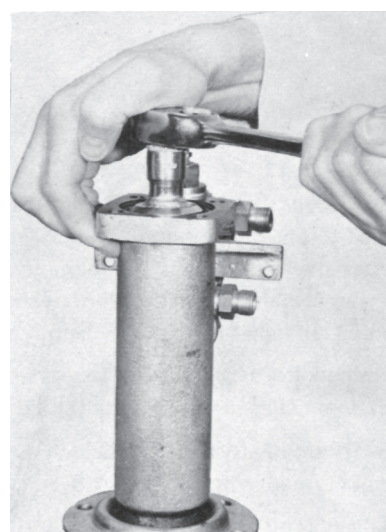

Fig. 35. Demontering av kolv
6. Demontera kolvens överdel med hjälp av verktyg 884424, se fig. 35.
13. Pressa försiktigt ner den ihopsatta kolvdelen i cylindern och drag fast densamma på lyftgaffeln med hjälp av verktyg 884424. Kolven skall dragas till ett moment av 80–120 Nm (8–12 kpm), se fig. 35.